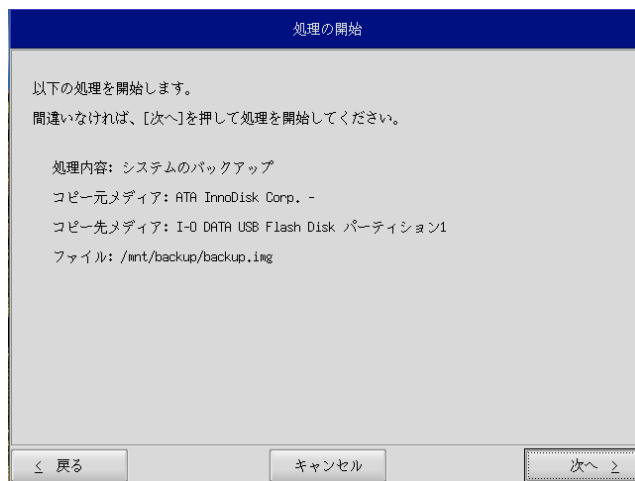

図 5-3-6. 確認画面
- ⑨ 確認画面（図 5-3-6）が表示されます。メディア、パーティション、保存ファイルを確認します。[次へ] ボタンを押します。